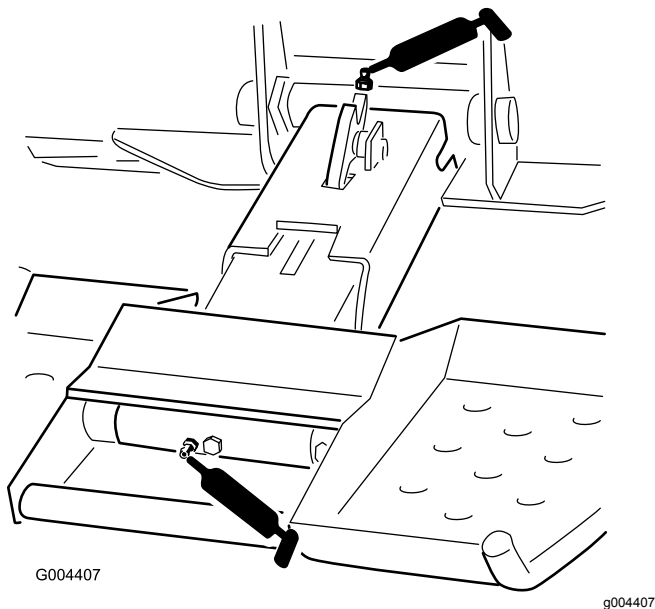

Figura 12
4. Conecte una pistola de engrasar a cada punto de engrase (Figura 12).